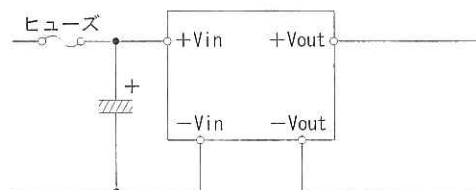

図9.1 スローブロー型ヒューズ適用例
■表9.1のヒューズに大きなサージ電流が流れるような構成 (図9.1) で使用する場合は、スローブロー型ヒューズを使用してください。